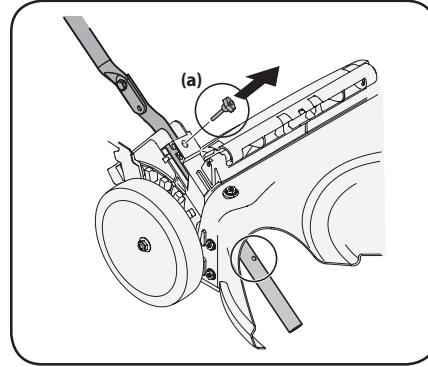

Figura 2-7
- Siga los pasos a continuación para ensamblar el colector de recortes de césped (si fuera necesario). Asegúrese que la bolsa para recortes esté con el lado derecho hacia afuera antes de ensamblar (la etiqueta de advertencia estará hacia afuera). Consulte la Figura 2-7.